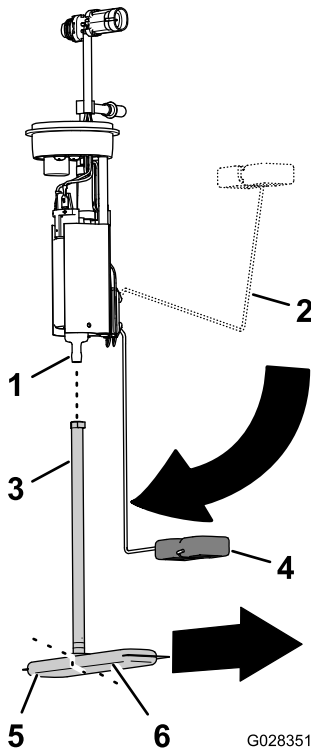

Figure 83
1. Détachez le tube d'aspiration du filtre à carburant du raccord de la pompe à carburant (Figure 83).
2. Alignez le tube d'aspiration du filtre à carburant de rechange et le raccord de la pompe à carburant (Figure 83).
3. Alignez la longue patte du filtre à carburant sur le flotteur quand le bras du flotteur est à la position réservoir vide (Figure 83).
4. Insérez le raccord de la pompe à carburant dans le tube d'aspiration jusqu'à ce que le raccord soit parfaitement engagé (Figure 83).
2. Insérez la pompe à carburant/transmetteur dans le goulot du réservoir (Figure 82 et Figure 83).